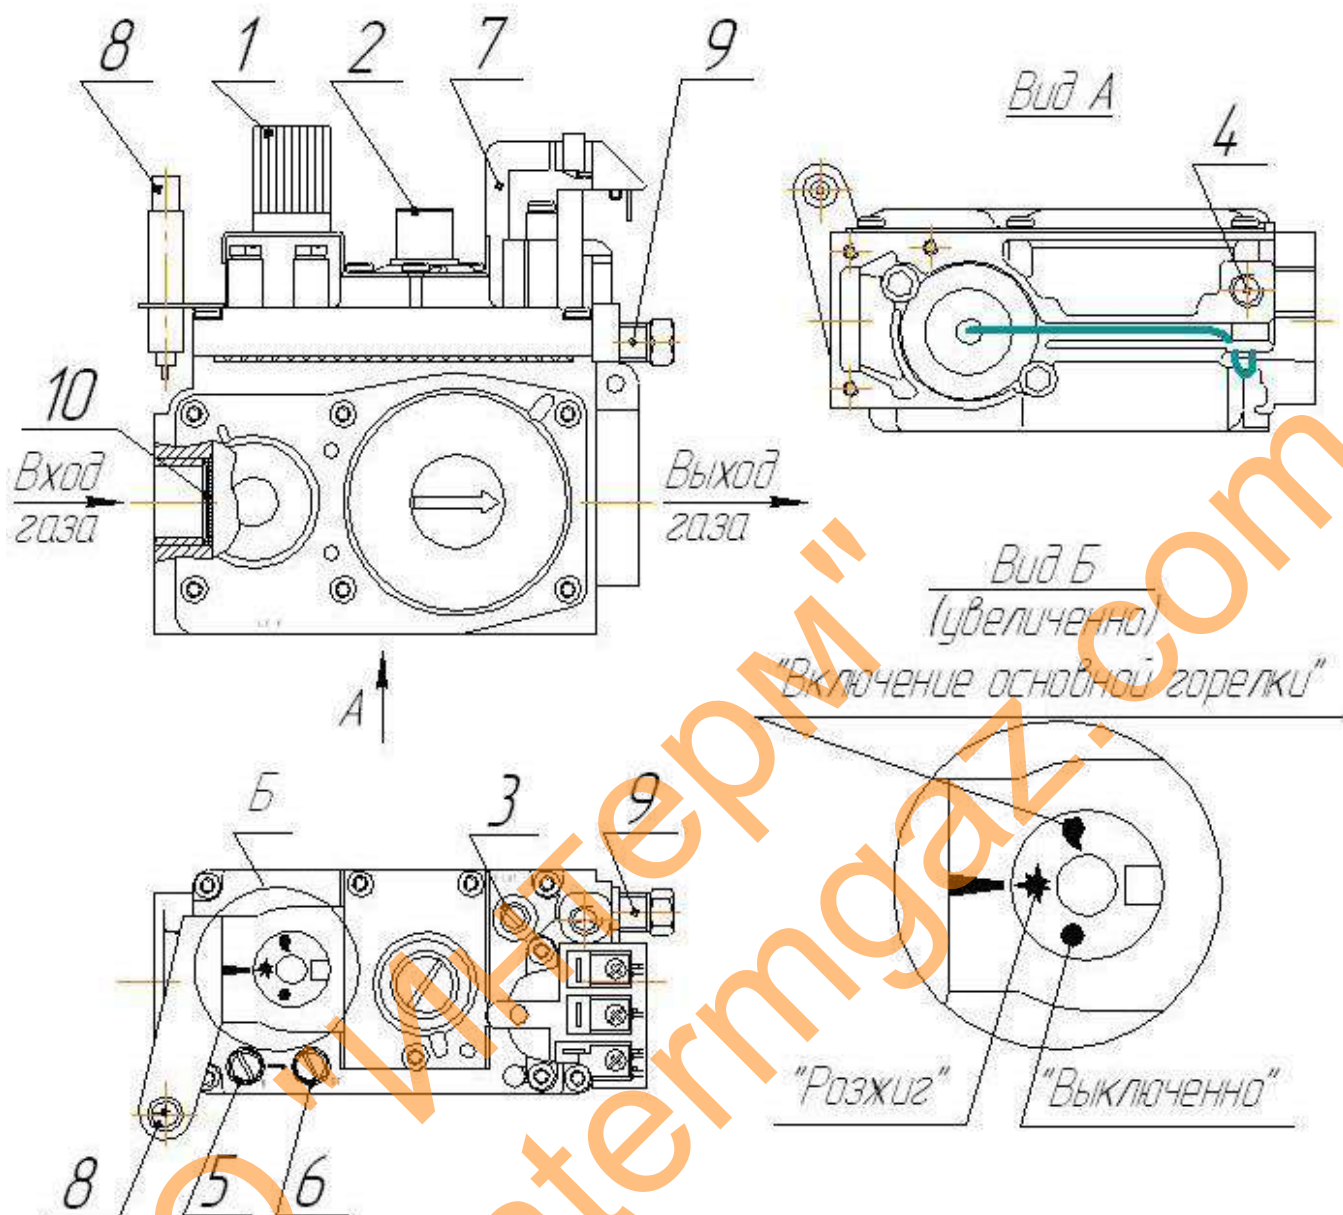

Рис. 4. Элементы управления газовым клапаном.
6.2.2 Проверьте состояние запорных устройств: кран на опуске газопровода к котлу должен быть закрыт, ручка 1 газового клапана должна быть в положении «●» (ВЫКЛ) (см. рис. 4).